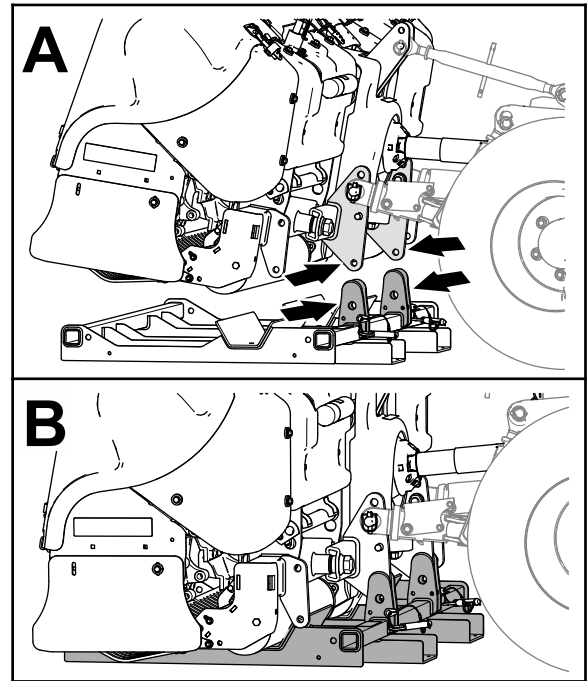

Figura 45
1. Allineate le piastre di supporto del supporto di rimessaggio alla staffa del supporto del telaio del gancio di traino della macchina (Figura 45)
2. Abbassate la macchina sul supporto di rimessaggio fino a quando i fori del supporto non sono allineati con quelli della staffa del supporto del gancio di traino (Figura 45).